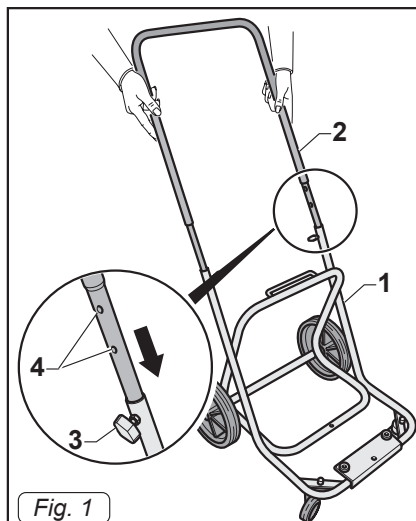

Fig. 1
- Coloque el carrito en el suelo (1 Fig. 1).
- Inserte la manija (2 Fig. 1) en el carrito
- Es posible ajustar la altura del mango, posicionándola y apretando el botón de fijación (3 Fig. 1) al derecho de cualquiera de dos posiciones (4 Fig. 1).